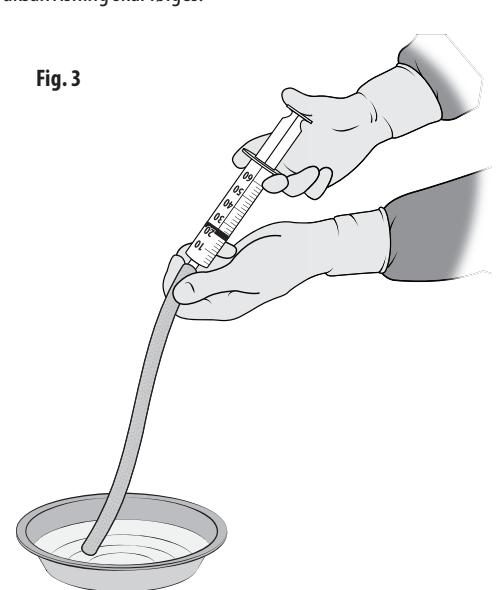

Fig. 3
1. Bruk en steril sprøyte til å skylle protesens lumen med 20 ml sterilt fysiologisk saltvann. Fig. 3. Gjenta minst to ganger.